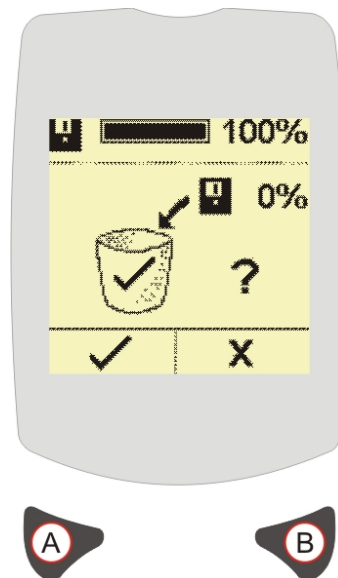

Figura 11 Ecrã de Limpeza de Memória
Premir inicialmente o botão Direito (B) se desejar apagar os dados da memória. A seguir, premir o botão Esquerdo (A) para confirmar a eliminação, como mostrado na Figura 11 abaixo. Após apagar os dados da memória, o ecrã mostrará 0% e voltará automaticamente ao ecrã de Hora e Data.